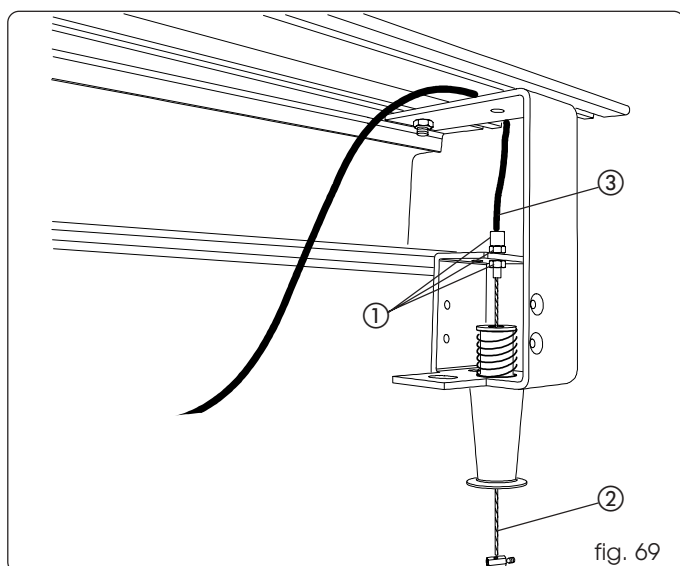

fig. 69
- Draai de stelschroef vast met de bijbehorende blokkeeremoeren aan de binnenkant van de beugel (fig. 69 ref. ①).
- Zet de staalkabel vast met de klem, en haal de schroef aan (fig. 69 ref. ②).
- Breng de zwarte huls van de kabel tegen de stelschroef (fig. 69 ref. ③).